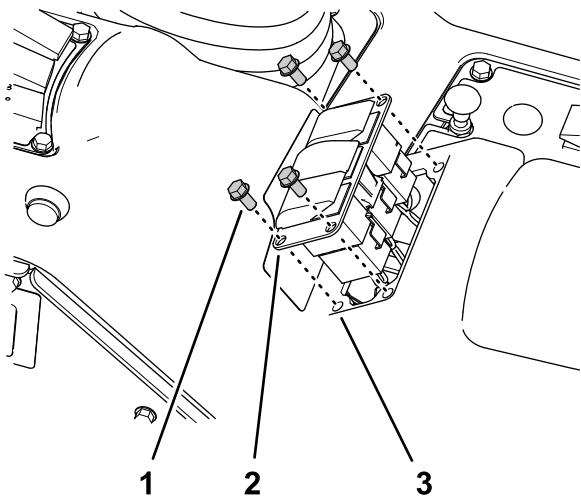

Рисунок 31
- Удалите 4 винта с фланцевыми головками (1/4 x 1/2 дюйма), которые крепят панель с 3 переключателями к пульту управления (Рисунок 31).
3. Отсоедините 8-гнездовой разъем жгута проводов машины (с маркировкой **Rate Switch (переключатель интенсивности опрыскивания)**) от 8-штыревого разъема переключателя (Рисунок 31).
6. Совместите заглушку переключателя с отверстием в панели с 3 переключателями, откуда был снят переключатель интенсивности опрыскивания (Рисунок 31).
7. Вставьте заглушку переключателя в панель с 3 переключателями до срабатывания защелки, которая надежно зафиксирует заглушку в панели (Рисунок 31).